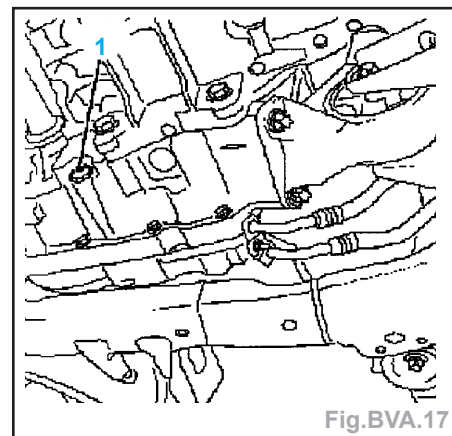

Fig.BVA.17
- Vidanger l'huile de boîte de vitesses en dévissant la vis (1) (Fig.BVA.17).